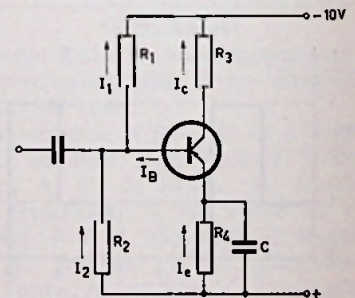

Fig.7
b. De gevraagde stroomrichtingen zijn in fig. 7 getekend.